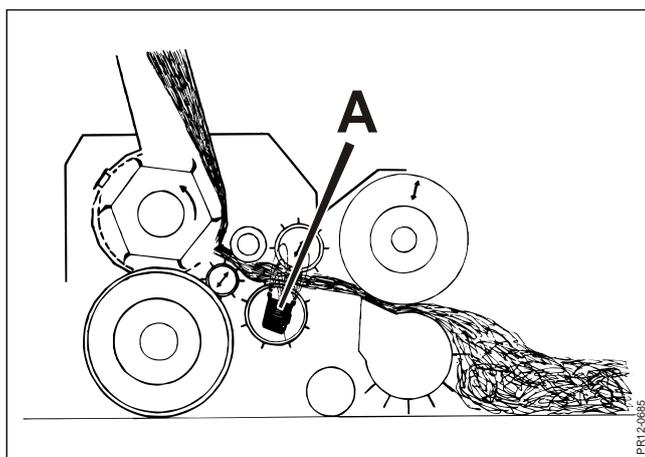

Abb. 5-1
**Abb. 5-1** Die Maschine ist mit einer Magnetwanne (Sensor) **A** ausgestattet, die unten in den vorderen Rollen angebracht ist. Die Funktion der Magnetwanne ist es, eisenhaltiges Material zu erkennen.